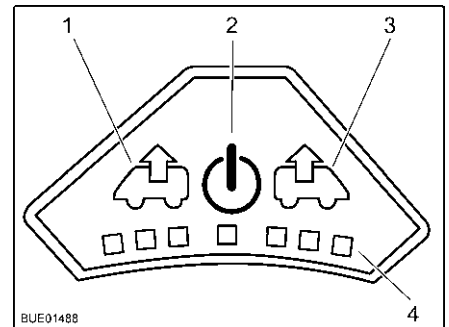

Bild 116 Bedienfeld des Ventilators
Einschalten: ■ Taste Ein/Aus (Bild 116,2) drücken. Der Ventilator läuft im Komfortmodus (Entlüften mit niedrigster Ventilator Drehzahl).
Entlüften: ■ Um die Ventilator Drehzahl zu erhöhen: Taste Entlüften (Bild 116,1) drücken. Die Ventilator Drehzahl in Entlüftungsrichtung nimmt um eine Stufe zu. LEDs (Bild 116,4) zeigen die Schaltstufen an.
■ Um die Ventilator Drehzahl zu verringern: Taste Belüften (Bild 116,3) drücken. Die Ventilator Drehzahl nimmt um eine Stufe ab.
Belüften: ■ Um die Ventilator Drehzahl zu erhöhen: Taste Belüften (Bild 116,3) drücken. Die Ventilator Drehzahl in Belüftungsrichtung nimmt um eine Stufe zu. LEDs (Bild 116,4) zeigen die Schaltstufen an.
■ Um die Ventilator Drehzahl zu verringern: Taste Entlüften (Bild 116,1) drücken. Die Ventilator Drehzahl nimmt um eine Stufe ab.
Ausschalten: ■ Taste Ein/Aus (Bild 116,2) drücken. Der Ventilator stoppt, die LEDs erlöschen.